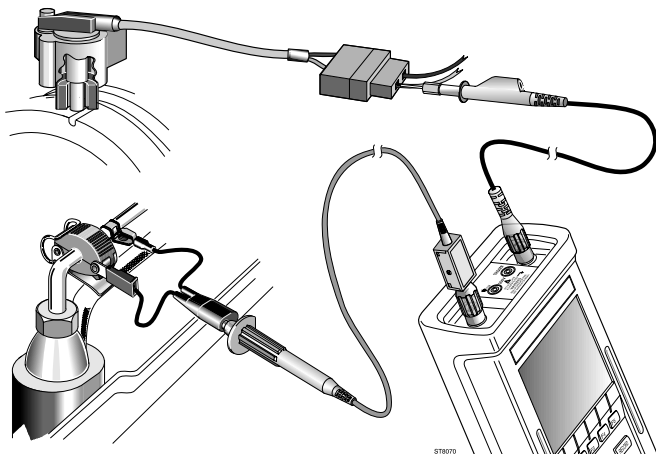

Bild 84, Testen des Förderbeginns
Der Klemmgeber wird auf der Kraftstoffleitung des ersten Zylinders geklemmt, in der Nähe des Einspritzventils, und über den blauen Filteradapter an **INPUT A** angeschlossen. (Siehe Bild 84). Das OT-Sensorsignal ist mit **INPUT B** verbunden.
3. Schließen Sie die Testleitungen an, wie dies in der **Anschlußhilfe** des MultiScope und in Bild 84 dargestellt ist.